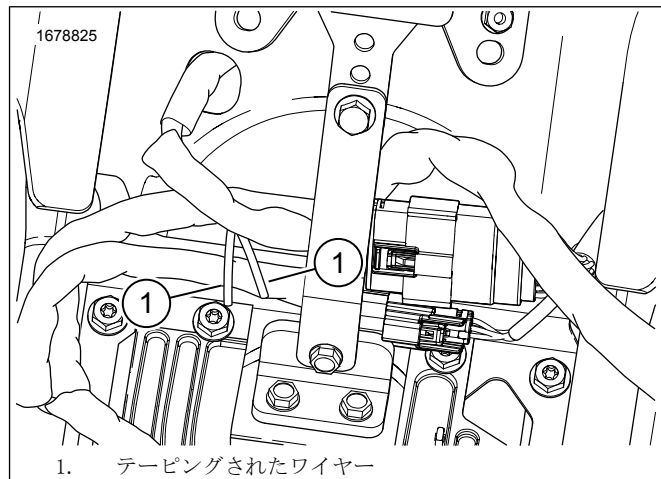

図4。バッテリーボックスワイヤー
1. 図4を参照してください。バッテリーボックスエリア内で、テープ留めされた白/ピンク・白/茶のワイヤーの位置を確認します。ワイヤーからテープをはがします。